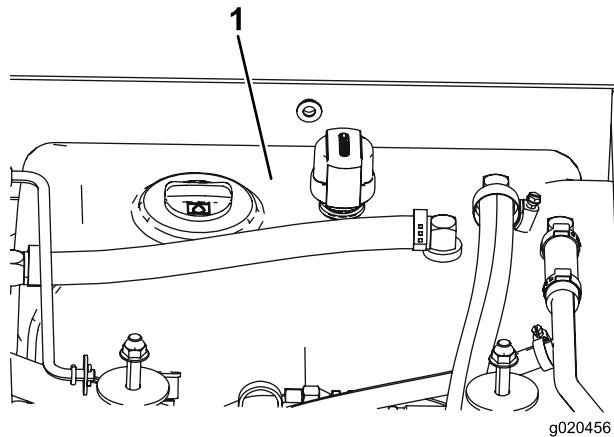

Figura 72
4. Riempite il serbatoio (Figura 72) di fluido idraulico; fate riferimento a Controllo del fluido idraulico \(pagina 55\).